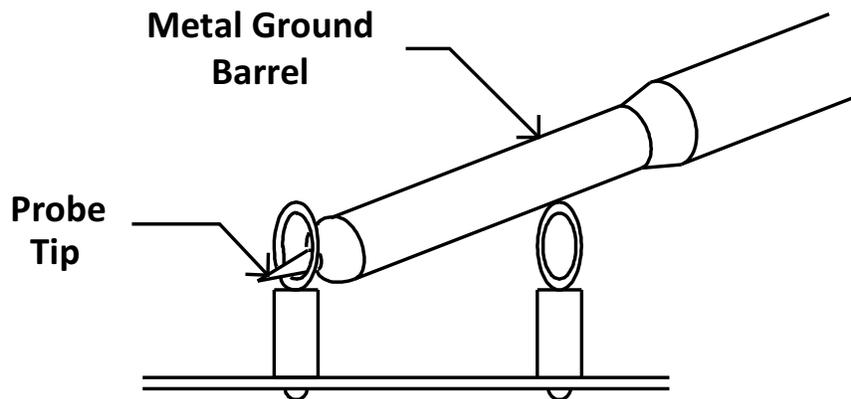

图 6-2. “尖头与桶” 测量
**示波器：**建议使用示波器测量输出噪声和波纹。必须使用尖头与桶方法或更好的方法来测量输出波纹，如图 6-2 所示。示波器必须调整为 20MHz 带宽，交流耦合为 50mV/div，并且必须设置为  $1\mu s/div$ 。